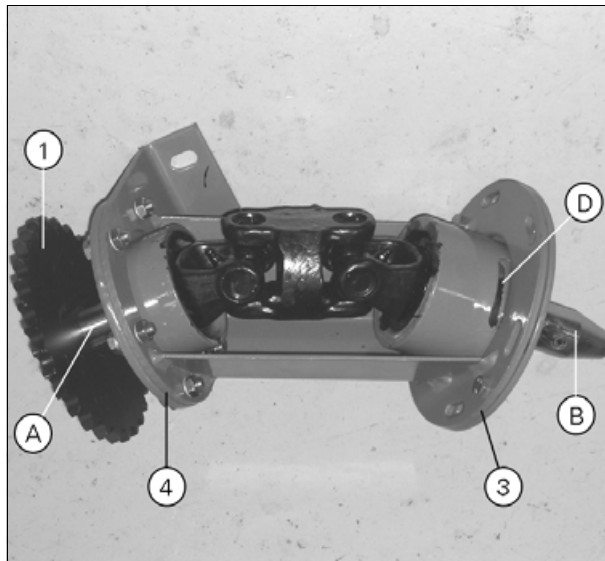

Рис. 3.
ВАЖНО: Установите винт М6 во втулку (С). Данный винт выбрасывает пыль через прорезь (D) рис. 3, не позволяя ей попасть в подшипники.
Фланец (3) имеет прорезь (D) рис. 3, которая должна быть направлена вниз после установки конической передачи.